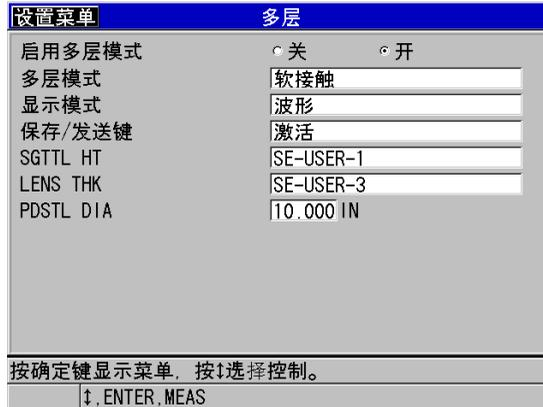

图 7-9 在软接触模式下设置多层测量参数
5. 在**多层**屏幕下（参见第 105 页的图 7-9）：